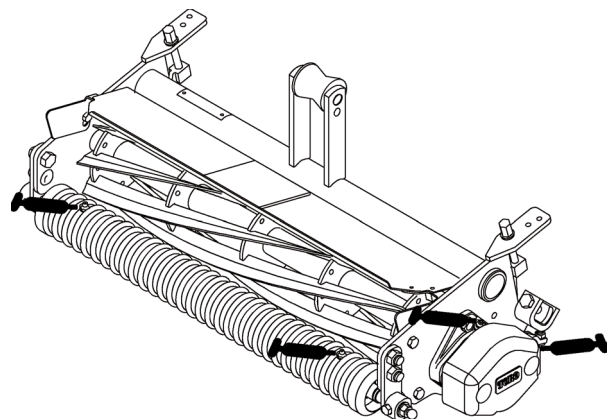

Figure 6
1. Emplacements et nombre de graisseurs : pivot de contre-lame (1) roulements de cylindres (2) et rouleaux avant et arrière (2 de chaque) (Fig. 6)